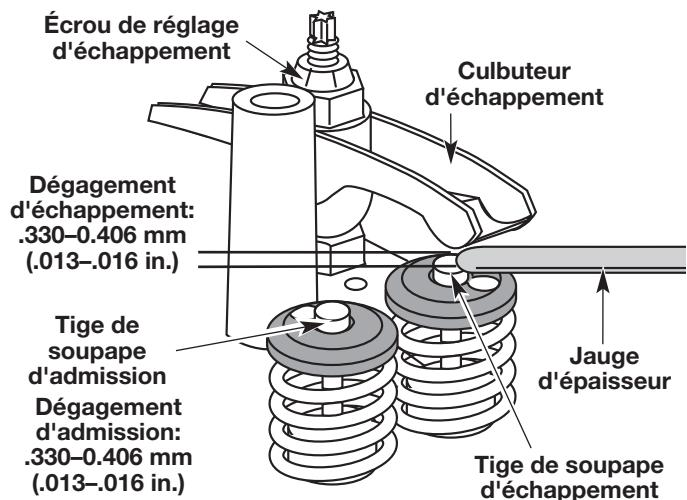

Fig. 55
9. Glissez la jauge d'épaisseur entre le culbuteur et le ressort de rappel de la soupape. Mesurez le jeu entre la tige de soupape et le culbuteur (Fig. 55). Faites-le pour les soupapes d'admission et d'échappement.
- a. Tournez l'écrou de réglage à l'aide d'une clé de 8 mm (5/16 po) ou d'un tournevis à embout hexagonal (Fig. 55).